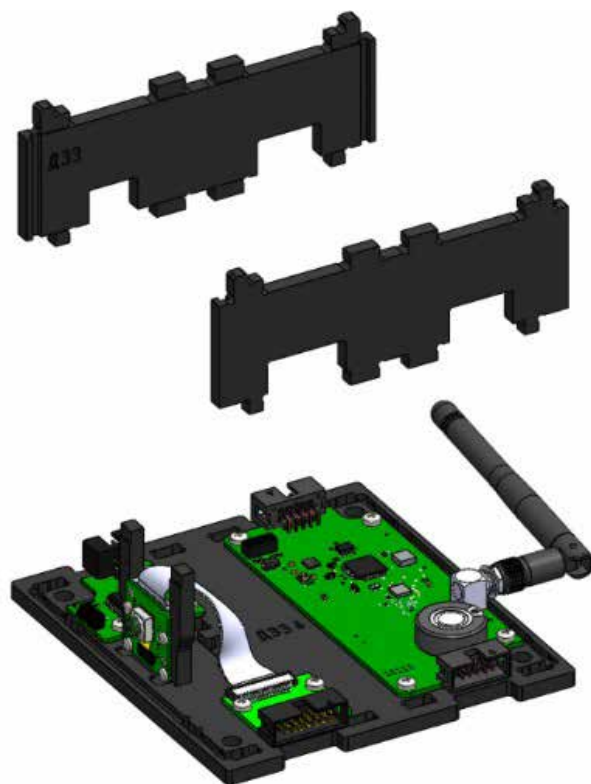

Рисунок 33. Установка боковых стенок
8) Установить боковые стенки. Для этого совместить выступы боковых стенок с отверстиями в основании и защелкнуть (рисунок 33):